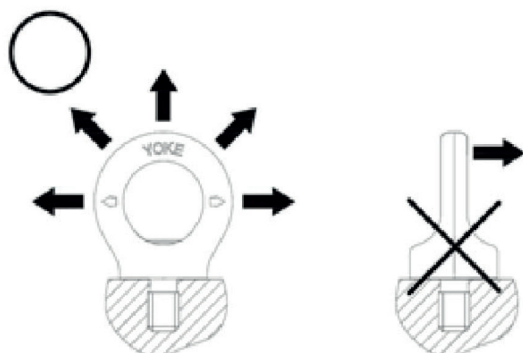

Abbildung 1
- Die Ringschraube darf nur mit der mitgelieferten Schraube montiert werden. Die Vorrichtung kann sich um  $360^\circ$  drehen und muss vor dem Einsatz auf die zulässige Zugrichtung ausgerichtet werden (siehe Abbildung 1).